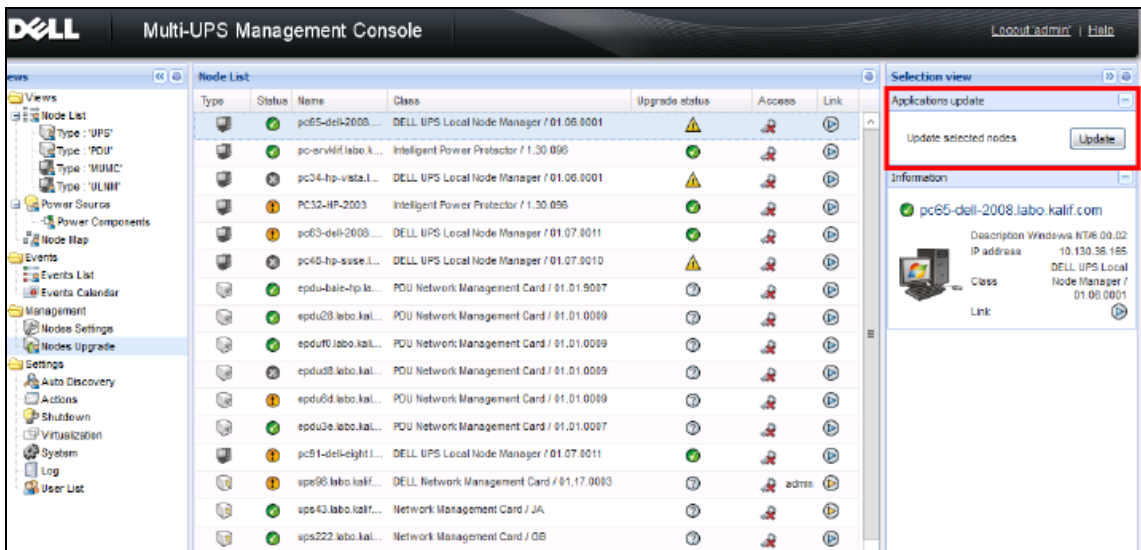

Abbildung 59. Ansicht 2 „Management / Nodes Upgrade“ (Verwaltung / Knotenaktualisierung)
- 1 Wählen Sie unter **Management** (Verwaltung), die Option **Nodes Upgrade** (Knotenaktualisierung) und anschließend die Anwendung (oder Anwendungen), die in der Knotenliste aktualisiert werden soll (siehe Abbildung 59).